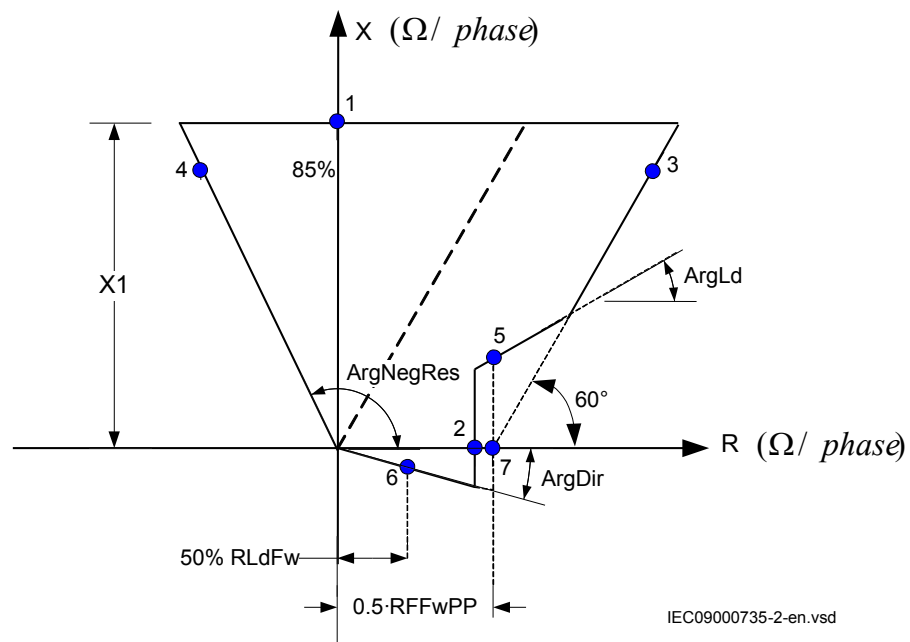

Figure 58: Caractéristiques de fonctionnement pour la fonction de sélection de phase, défauts phase-phase dans le sens aval
Le tableau illustrant les points d'essai pour les boucles phase-phase est utilisé conjointement à la figure 58.
4. Répéter les étapes 1 à 5 pour déterminer la valeur de fonctionnement du défaut biphasé dans L1 — L2 conformément à la figure 58 et au tableau 24.